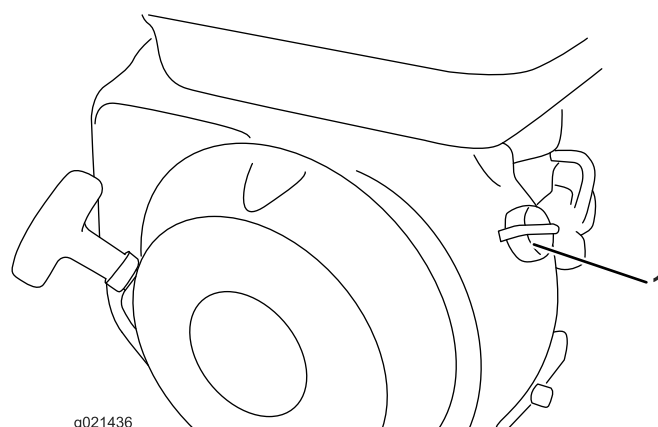

Figure 11
2. Placez la commande du moteur en position Marche (Figure 11).